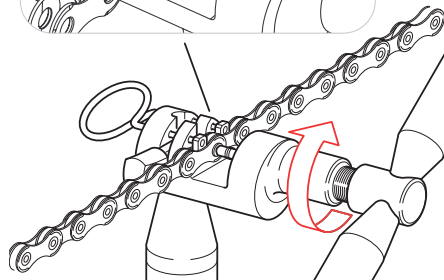

Fig.21
- Atornillar la herramienta hasta poner la pieza de empuje en contacto con el extremo saliente del casquillo Ultra-link **ULTRA-LINK 5-CN-RE500 (11s) / 5-CN-SR600 (12s)** y, realizando aproximadamente 3/4 de vuelta, ejercer una fuerza moderada en la misma hasta deformarla (Fig. 21).